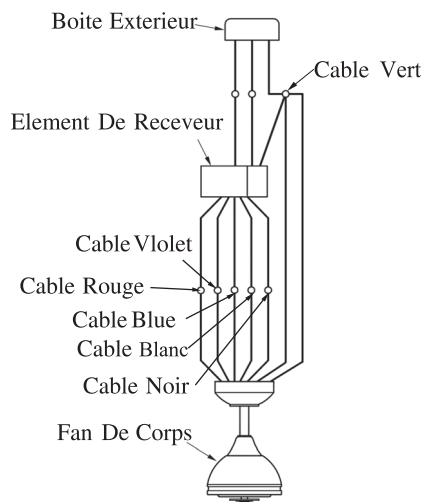

FIG.6
2. Raccordez le fil rouge du récepteur au fil rouge du ventilateur avec un écrou de serrage de fil. Raccordez le fil violet du récepteur au fil violet du ventilateur avec un écrou de serrage de fil. Raccordez le fil bleu du récepteur au fil bleu du ventilateur avec un écrou de serrage de fil. Raccordez le fil gris du récepteur au fil gris du ventilateur avec un écrou de serrage de fil. Raccordez le fil blanc du récepteur au fil blanc du ventilateur avec un écrou de serrage de fil. Raccordez le fil vert ou en cuivre nu de la boîte de sortie aux fils verts du récepteur, du support de suspension et de la boule de la tige descendante avec un écrou de serrage de fil. (Voir fig.6)